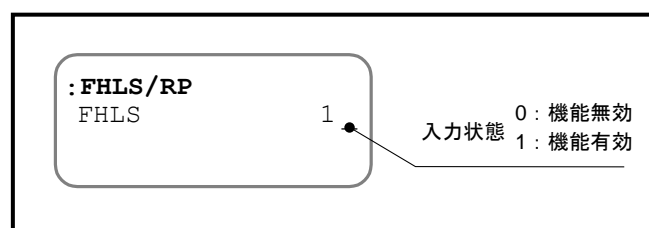

図 A-4：機能モニタの表示例
- たとえば、「図 A-4：機能モニタの表示例」の例では HLS 入力：原点リミット機能の入力状態をモニタしています。仮に HLS 入力 が B 接点であったとしても、原点リミット入力 が有効であるということを示しています。